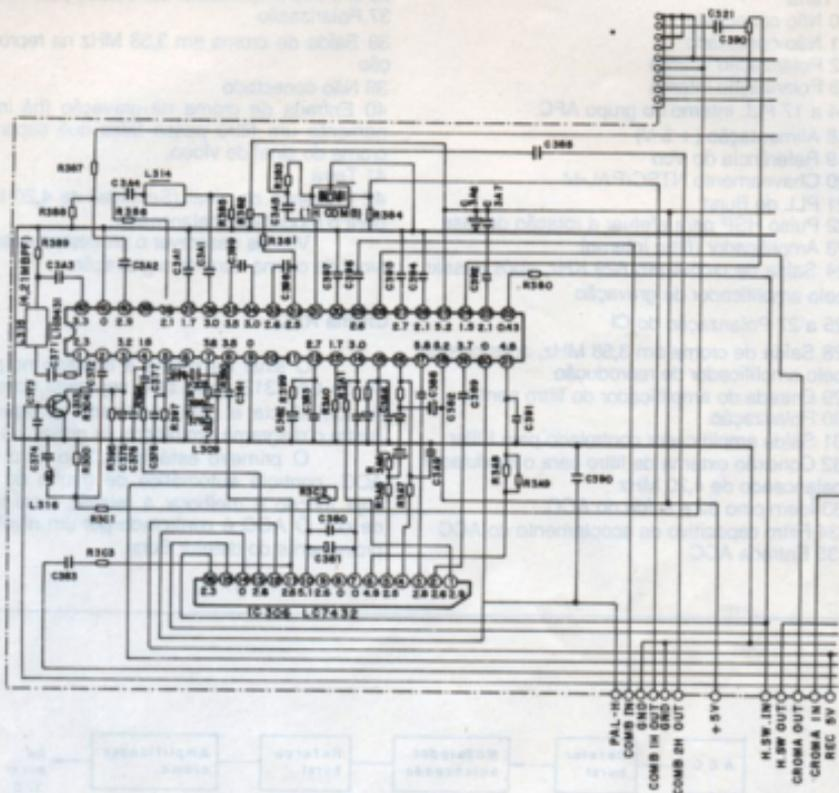

FIGURA 6
Na figura 6 temos o esquema elétrico da seção de croma onde destacamos o componente titular que é o CI LA 7313.
No esquema da figura 6, o sinal entrou pelo pino 40, saiu pelo pino 33 e via C 398 foi acoplado ao pino 32. Finalmente, saiu pelo pino 24 na forma de 629 KHz (AM) e através do trim-pot R 390 é aplicado ao amplificador das cabeças (esquema da figura 1).